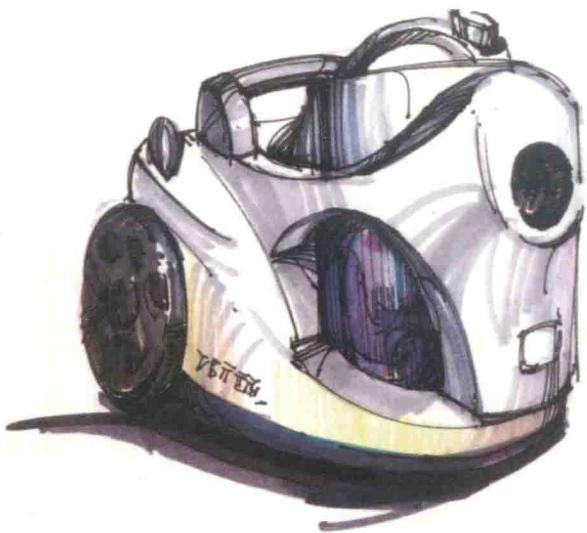

图2-13 小电器的概括表现图
(1) 概括法：根据设计创意的不同，把形态特征明显的设计创意概括出来，而省略其没有明显特征的部分，以此来完成快速的表达。如用马克笔等工具表现其材质特殊组合的不同，突出设计创意部分（如图2-13）。